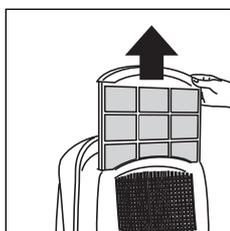

fig. 4
- Pour retirer le filtre à air, saisissez-le et tirez (voir fig. 4)